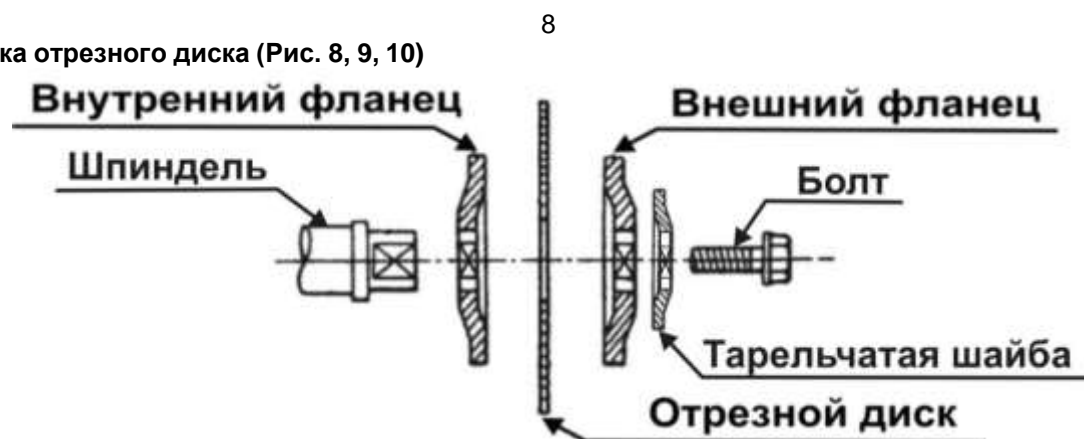

Рис. 10
12.2.1. Обеспечьте доступ к установке отрезного диска (15) (см. п. 12.1.1.). Установите отрезной диск (15) последовательно, обратной последовательности разборки (см. п. 12.1.2. и Рис. 10) так, чтобы посадочные отверстия фланцев совместились с посадочной частью шпинделя (34).